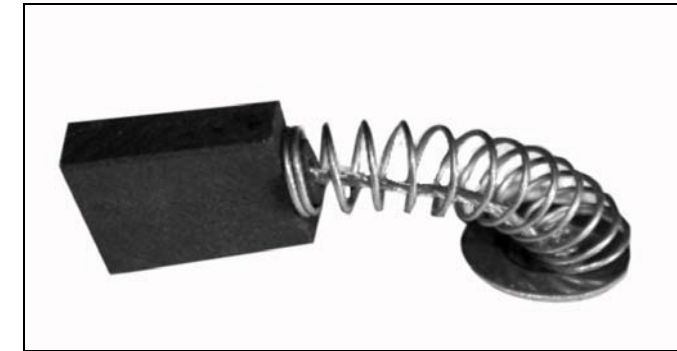

Рис.7
13.2. Косое пиление, (Рис.7)
Заменяйте угольные щетки, Рис.7, когда они изношены до 4,8 мм их длины. Щетки необходимо менять парами. Для этого необходимо открутить четыре шурупа (30) крышки корпуса электродвигателя (31), Рис.8, извлечь щёткодержатели (32), Рис.9 и заменить щётки, Рис. 7.